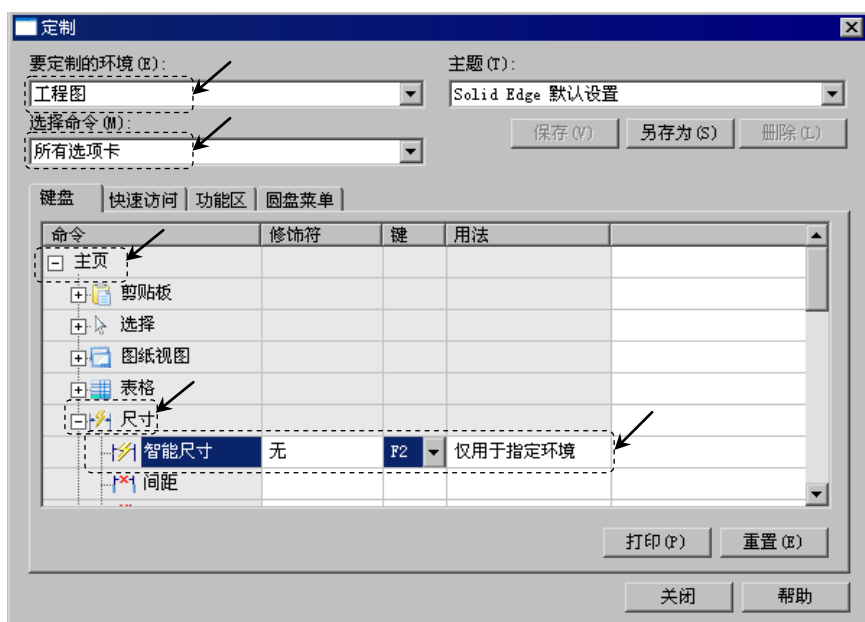

图 2.3.8 “定制”对话框
Step1. 确认当前已经处于 Solid Edge 工程图环境中，单击“快速访问功能区”的“定制”按钮，在系统弹出的“定制”下拉菜单中选择定制(C)... 命令，系统弹出“定制”对话框（图 2.3.8）。
Step2. 在“定制”对话框要定制的环境(E): 下拉列表中选择工程图 选项，在选择命令(M): 下拉列表中选择所有选项卡 选项，单击键盘 选项卡，依次展开图 2.3.8 所示的节点。